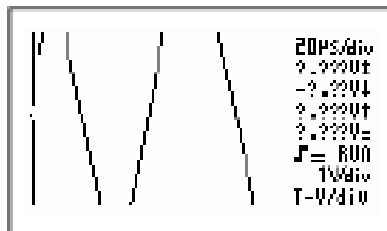

Fig 69
- Se il segnale esce dallo schermo o è troppo debole per essere correttamente visualizzato, il corrispondente readout mostra "???" (fig. 69).